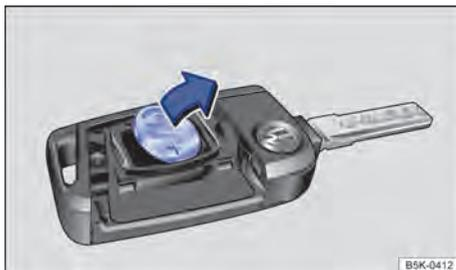

Fig. 25 Chave do veículo: remover a bateria.
- Remover a bateria do alojamento da bateria com uma ferramenta adequada => Fig. 25. ▶
- Posicionar a nova bateria conforme indicado ⇒ Fig. 25 e pressionar no sentido contrário ao da seta para dentro de alojamento da bateria ⇒ ⓘ.